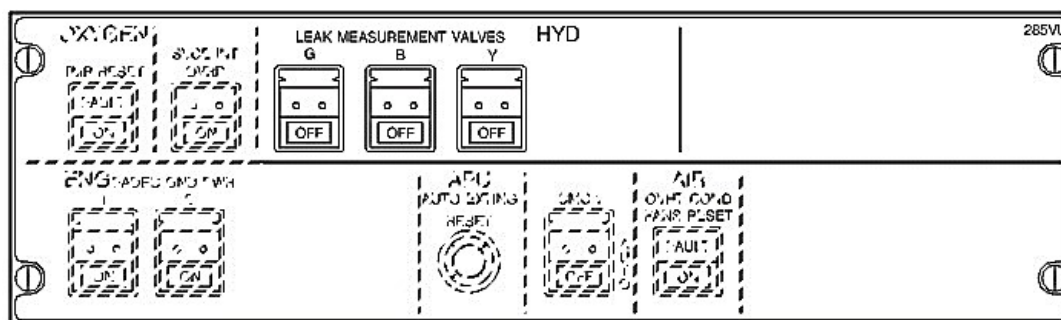

Рис. 1.11. Панель управления 285VU.
1.2.2. Органы управления гидравлической системы при наземном обслуживании (рис.1.11.) размещены на панели обслуживания 285VU (maintenance panel), которая располагается на верхней панели (overhead).